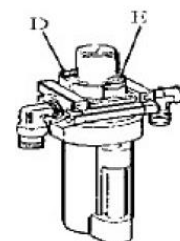

Рис. 9
- периодически проверять, чтобы через каждые 4-5 нажатий педали в масленку падала капля масла. В обратном случае отверткой отрегулируйте работу масленки через винт (9) рис. 9